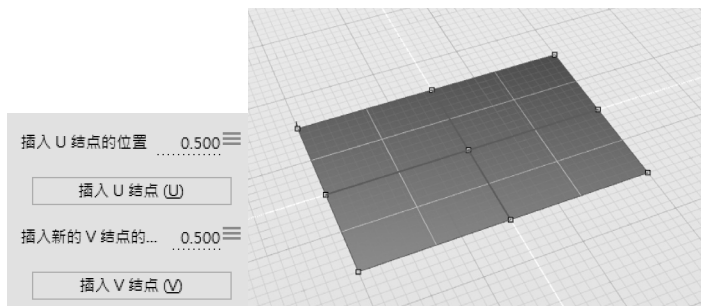

图 4-4 设置参数（左）在 U 方向和 V 方向各插入一排控制点（右）
2) 在控制面板中，用户可以找到 U 方向和 V 方向参数的控制选项，将“插入 U 结点的位置”和“插入 V 结点的位置”两项分别设置为“0.5”，并单击“插入 U 结点”和“插入 V 结点”按钮。插入后，可见曲面 U 方向和 V 方向中间部位各增加一排控制点，如图 4-4 所示。